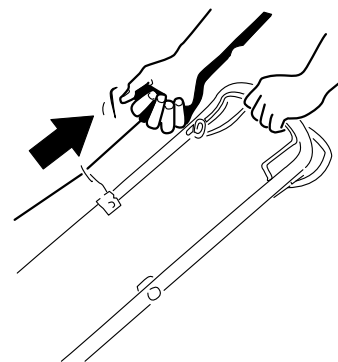

Figure 16
2. Tirez sur la poignée du lanceur (Figure 16).
**Remarque:** Tirez la poignée du lanceur lentement jusqu'à ce que vous sentiez une résistance, puis tirez vigoureusement (Figure 16). Laissez le lanceur se rétracter lentement jusqu'à la poignée.
- Pour actionner l'autopropulsion, serrez et maintenez la barre d'autopropulsion contre le guidon (Figure 16).